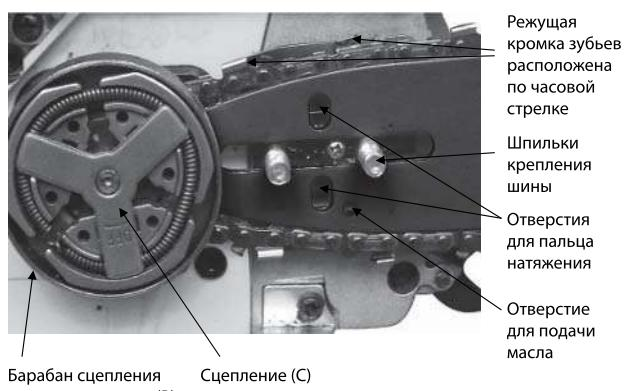

Рис.4
- Установите шину на шпильки как показано на Рис.4.
- Поместите цепь на зубья цепного колеса (B),расположенного позади сцепления (C). Удовстверьтесь в правильном положении цепи на звездочке.(рис. 4). Установите цепь на шине таким образом , чтобы зубья цепи своими режущими кромками были расположены вперед по ходу движения цепи, т.е. по часовой стрелке.
Барабан сцепления (В рис.4) мгновенно блокируется и цепь останавливается.
- Чистоту отверстия смазочного канала нашине (Рис.4) При необходимости почистить.